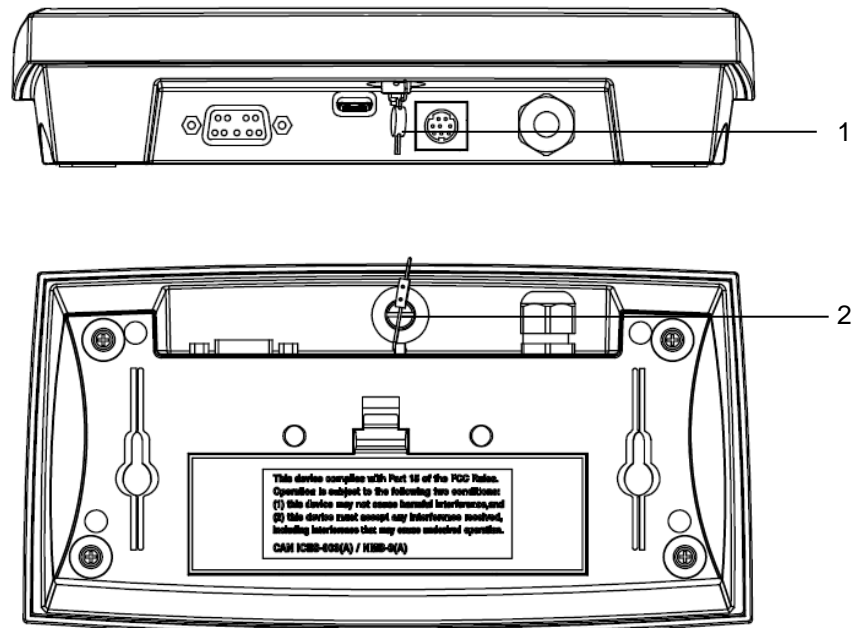

Figure 5-3 Defender 2500 Scellau filaire
- Scellement filaire : remplacez la vis à tête fraisée par une vis cruciforme que vous trouverez dans la boîte d'emballage. Ensuite, faites passer un fil à sceller à travers la tête de vis et une attache permanente sur le boîtier inférieur, comme illustré à la Figure 5-3.